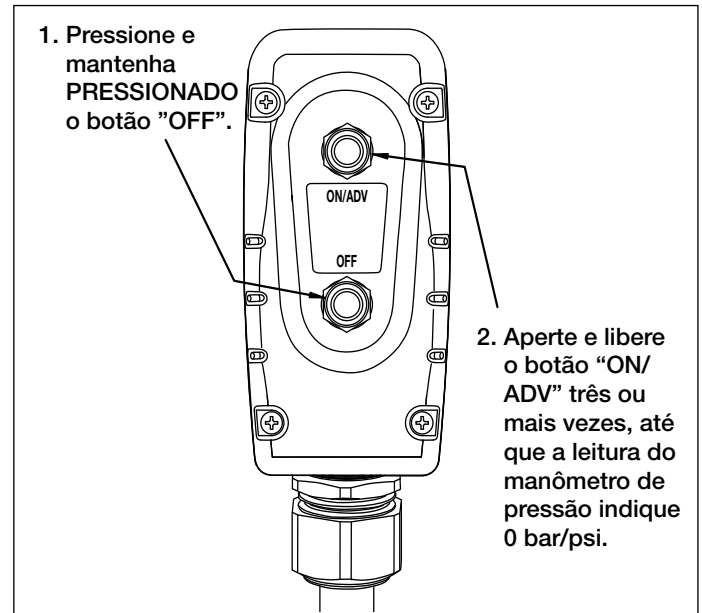

Figura 9, Aliviando a Pressão
- Pressione e mantenha pressionado o botão “OFF” (DESLIGADO). Ver Figura 9.